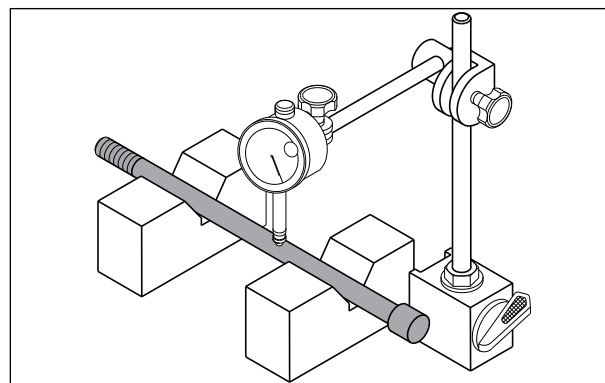

Fig. 6.87
- Inspeção o empenamento do eixo, utilizando as ferramentas especiais. Se o empenamento exceder o limite de uso, substitua o eixo do conjunto do braço oscilante por um novo. (Fig. 6.87)